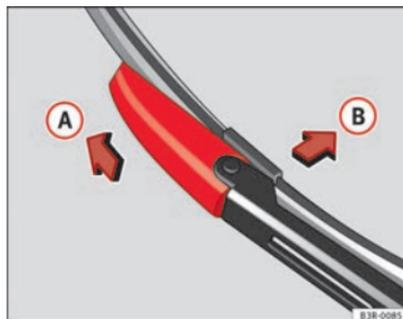

Fig. 170 Retirar a escova
- Desloque o elemento de bloqueio da escova na direcção da seta ⇒ Fig. 170 **A**. Segure ao mesmo tempo a escova.